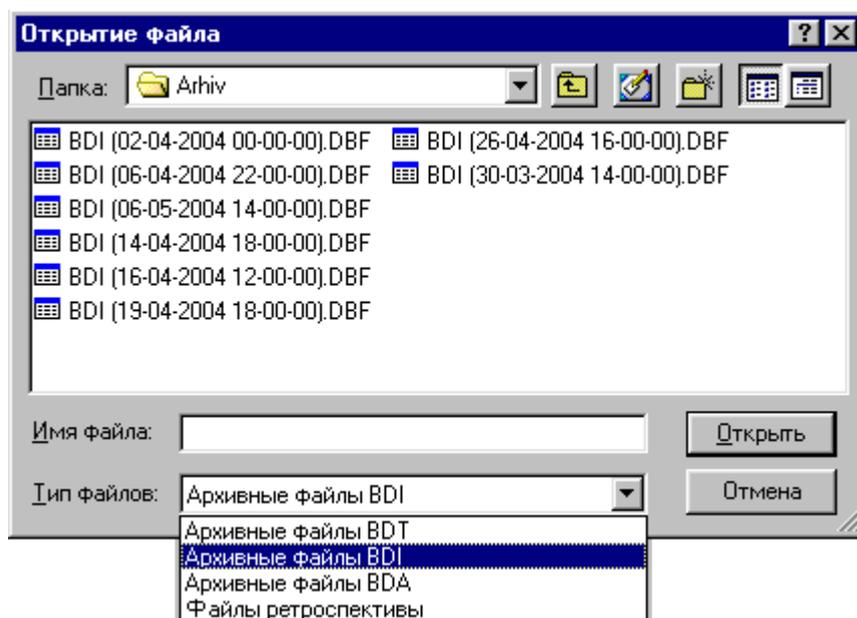

Рисунок 57 - Форма открытия архивного файла
Открыть файл	Активизирует форму открытия архивного файла, рисунок 57
- кнопкой "Открыть файл" активизируйте форму открытия файлов, рисунок 57;